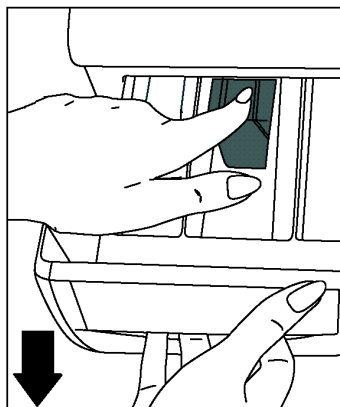

Fig 15
- Ouvrez le tiroir jusqu'à son extrémité et continuez à tirer en appuyant sur le couvercle du siphon puis retirez le tiroir (fig.15)
Retirez le bac à produits. Enlevez le bouchon du siphon (Fig. 15) et nettoyez soigneusement les résidus d'assouplissant. Nettoyez et remettez le bouchon du siphon en place. Vérifiez qu'il est bien en place.